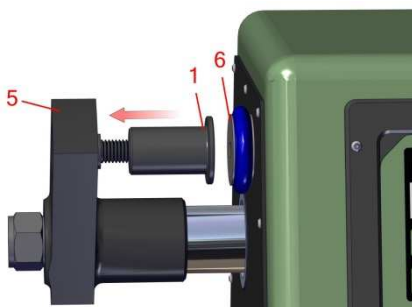
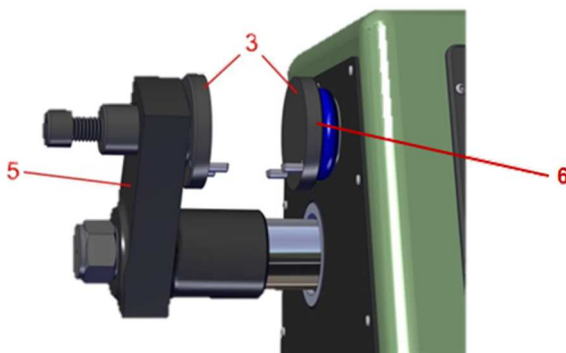
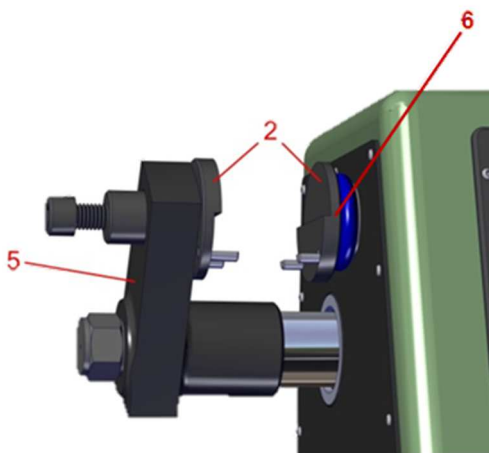

Figura 5.1.2
Figura 5.1.3
Figura 5.1.4
2. Collocare il supporto-morsa regolabile (Figura 5.1.2, particolare 1) sul braccio di serraggio mobile (Figura 3, particolare 12) dell'apparecchiatura per testare la resistenza delle terre da fonderia (vedere Figura 5.1.2, particolare 5).
3. Scegliere o le due morse da taglio (Figura 5.1.4, particolare 2) o le due morse di compressione (Figura 5.1.3, particolare 3). Allineare i perni posti sul retro delle morse ai fori situati sul braccio di serraggio mobile (Figura 5.1.2, particolare 5) e sul supporto-morsa fisso (Figura 5.12, particolare 6). Far scorrere delicatamente le morse sul braccio mobile e sul supporto-morsa fisso.
Fare riferimento alla Figura 5.1.3. che mostra fotografie dettagliate di morse di compressione correttamente installate sull'apparecchiatura per testare la resistenza. Fare riferimento alla Figura 5.1.4 che mostra fotografie dettagliate delle morse da taglio correttamente installate sull'apparecchiatura per testare la resistenza delle terre da fonderia.
Fare riferimento alla Figura 5.1.3. Mostrando foto dettagliate di morsetti di compressione correttamente installati sulla macchina forza. Fare riferimento alla Figura 5.1.4 che mostra le foto dettagliate delle pinze di taglio installate correttamente sulla macchina forza.
3. Posizionare delicatamente un campione di sabbia preparato da 2 "X 2" (50 mm x 50 mm) tra i morsetti di compressione. Il campione di sabbia deve poggiare sui quattro (4) pioli di posizionamento situati sul fondo dell'accessorio del morsetto di compressione. La superficie del campione di sabbia che si trovava sul punto di estrazione deve essere posizionata contro l'accessorio del morsetto a compressione collegato al supporto morsetto fisso. (Figura 5.1.4, elemento 6).